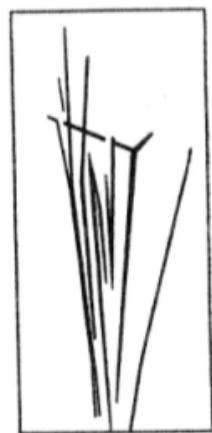

Рис.5
5. На рис. 5 показан фотоснимок столкновения  $\alpha$  – частицы с атомом кислорода в камере Вильсона. Какой трек «вилка» представляет собой трек ядра кислорода и какой трек  $\alpha$  – частицы? Почему?